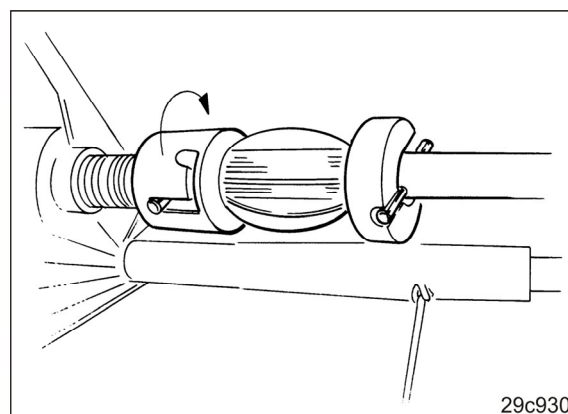

Fig. 210
1. Ligar a metade do veio semeador à esquerda (Fig. 210)